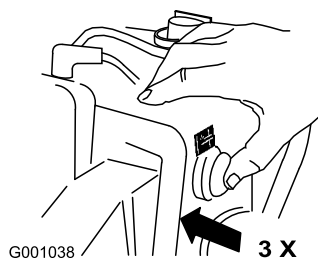

Рисунок 29
6. Резко нажмите 3 раза кнопку заливного насоса большим пальцем, каждый раз на секунду удерживая ее в нажатом состоянии перед отпусканием (Рисунок 29).